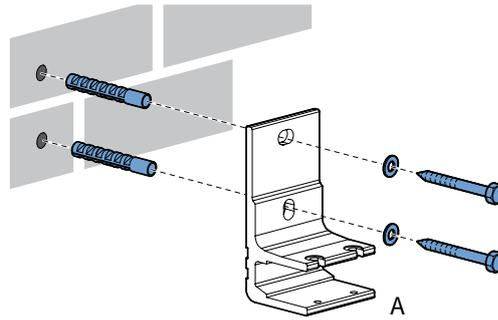

fig. 1.3a Montage du support mural
Montez les supports muraux (A) et serrez solidement les boulons. Voir figure 1.3a.